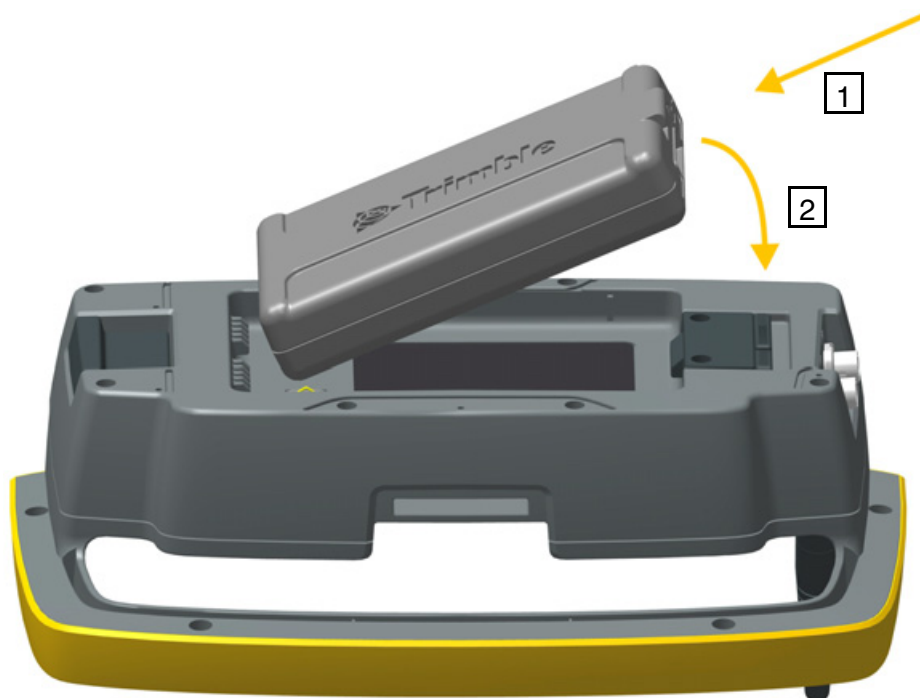

Рисунок 6.19. Установка батареи в держатель Trimble Robotic
1. Совместите батарею с креплениями на держателе (1).
2. Надавите на батарею, чтобы зафиксировать ее со щелчком (2). См. рис. 6.19.